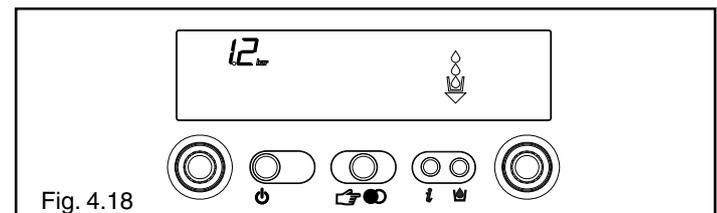

Fig. 4.18
- 2 visualizza la pressione di carica impianto (fig. 4.18)